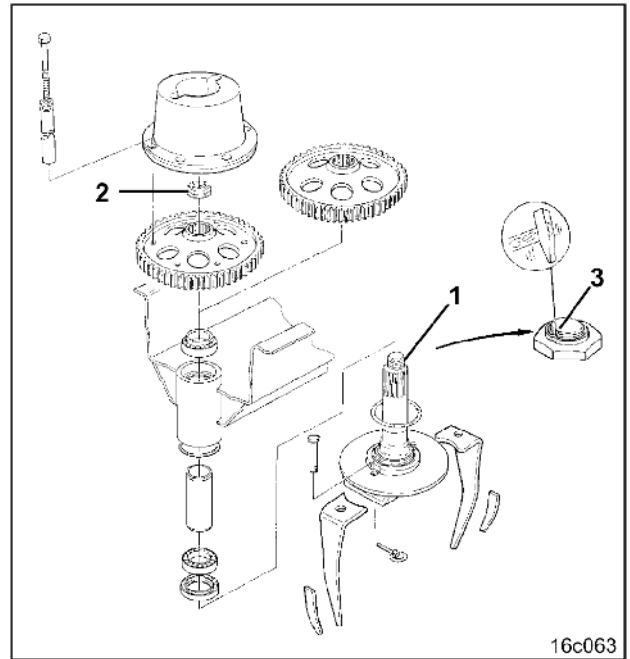

Fig. 156
Im Reparaturfall, d.h. vor dem Ausbau einer oder mehrerer Werkzeugträgerwellen (Fig. 156/1) aus der Stirnradwanne
Die Stirnradbefestigungsmuttern (Fig. 156/2) sind gesichert. Der Kragen (Fig. 156/3) der Stirnradbefestigungsmutter ist in die Nut der Werkzeugträgerwelle eingeschlagen. Sicherung vorsichtig lösen, ohne das Gewinde der Werkzeugträgerwelle zu beschädigen.
**Die Gewinde der Werkzeugträgerwellen (Fig. 156/1) und die Gewinde der Stirnradbefestigungsmuttern (Fig. 156/2) müssen vor der Demontage frei von Verschmutzung sein, um Beschädigungen zu vermeiden.**
Vor der Demontage einzelner oder mehrerer Werkzeugträgerwellen (Fig. 156/1) sind diese so zu verdrehen, dass die Werkzeugträgerwellen in Grundstellung stehen.